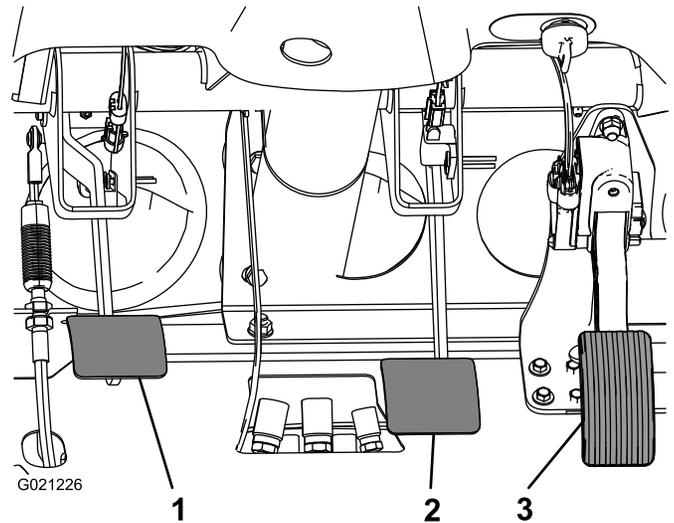

Figura 67
2. Levante o pedal de travão (Figura 67) até que este entre em contacto com a estrutura.
3. Liberte as porcas de segurança que fixam a culatra ao eixo do cilindro principal (Figura 67).